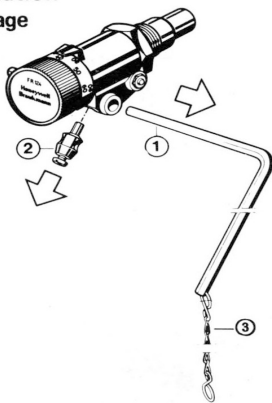
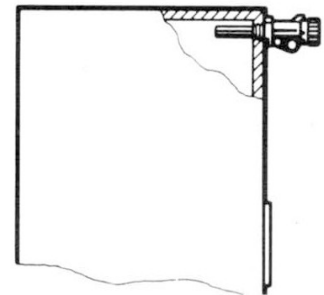

Рис.4
Рис.6
**Установка:** Рис. 4 снимите рычаг ① и соединитель ②. Рис 5 Вертикальная установка. Рис. 6 горизонтальная установка. Вкрутите регулятор в котел в вертикальном либо горизонтальном положении. Установите рычаг ① в обратной последовательности (см. рис.4), закрепите винтом соединитель ② и отрегулируйте цепь ③.
- в случае горизонтальной установки (рис.6) используйте черные цифры.